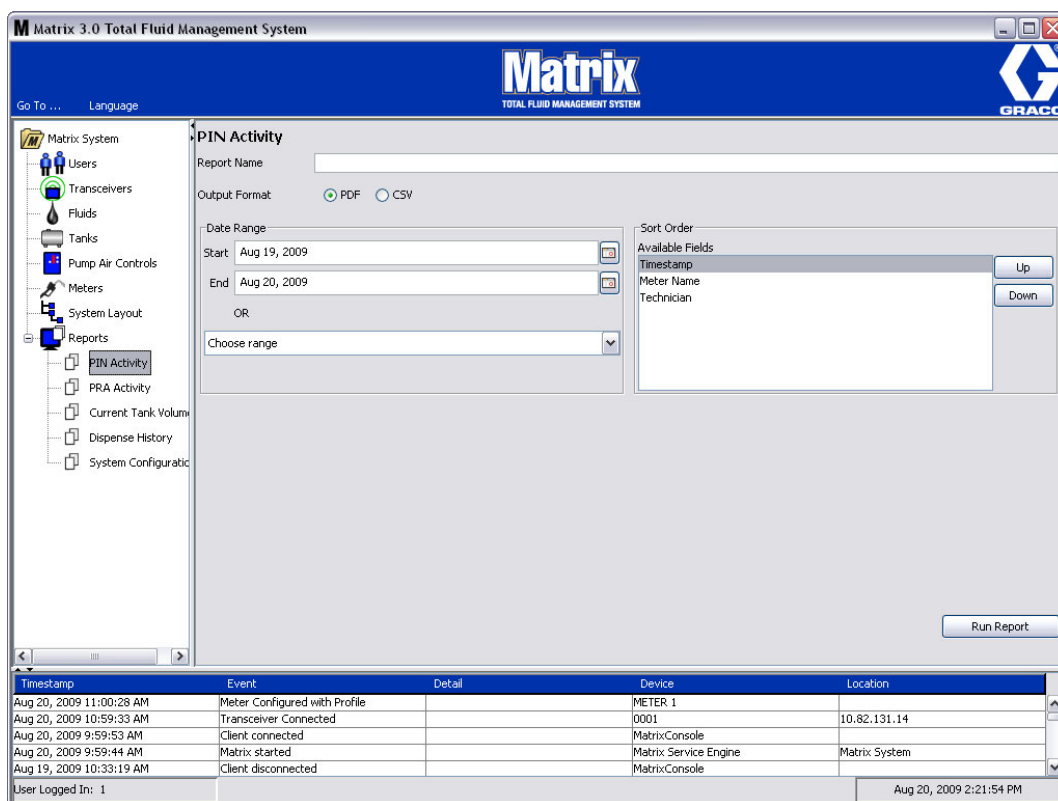

FIG. 101
- **Activité de NIP (FIG. 101) :**